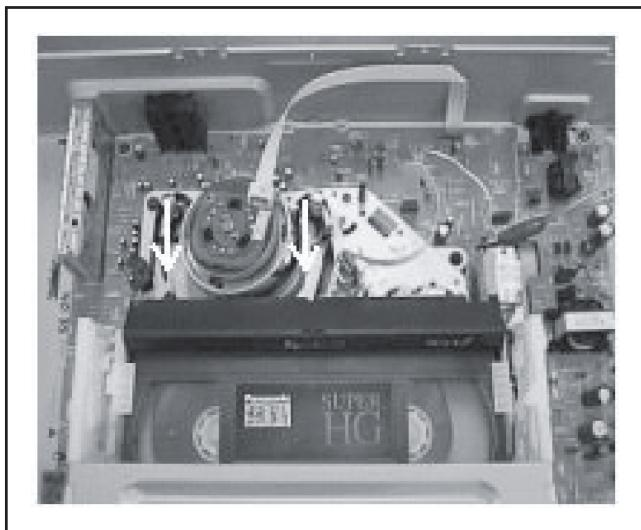

Fig. S3
- a) Pare o motor de carregamento quando os postes estiverem decarregados como mostra a fig. S3.